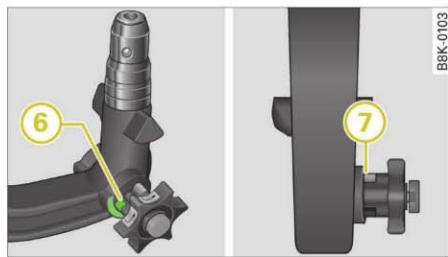

Fig. 208 Dispozitiv demontabil de remorcă: Verificare de siguranță
- Verificați dacă marcajul verde (6) ⇒ fig. 208 de la rozetă, se găsește în zona verde a cuplei sferice.
- Verificați dacă rozeta este în contact cu cupla sferică, astfel încât să nu existe nici un spațiu liber (7) între ele.